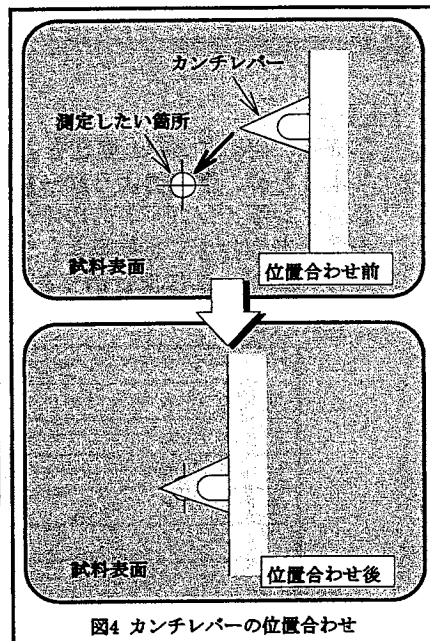

図4 カンチレバーの位置合わせ
- (8) 必要に応じ、マイクロメータ X/Y を回すか、またはインパクトステージを用いて、カンチレバーを測定したい箇所に合わせる(図 4)